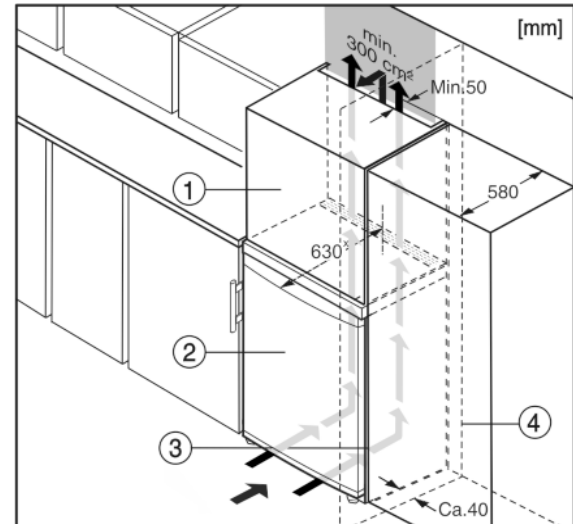

Fig. 6
- (1) Aufsatzschrank
- (2) Gerät
- (3) Küchenschrank
- (4) Wand
Das Gerät kann mit Küchenschränken umbaut werden. Um das Gerät Fig. 6 (2) der Küchenzeilenhöhe anzugleichen, kann über dem Gerät ein Aufsatzschrank Fig. 6 (1) angebracht werden.*
Beim Umbau mit Küchenschränken (Tiefe max. 580 mm) kann das Gerät direkt neben dem Küchenschrank Fig. 6 (3) aufgestellt werden. Das Gerät steht seitlich 34 mm* und in der Gerätemitte 50 mm* gegenüber der Küchenschrankfront vor.*
Wenn das Gerät mit den Scharnieren neben einer Wand Fig. 6 (4) aufgestellt wird, muss der Abstand zwischen Gerät und Wand mindestens 40 mm betragen. Dies entspricht dem Griffüberstand bei geöffneter Tür.